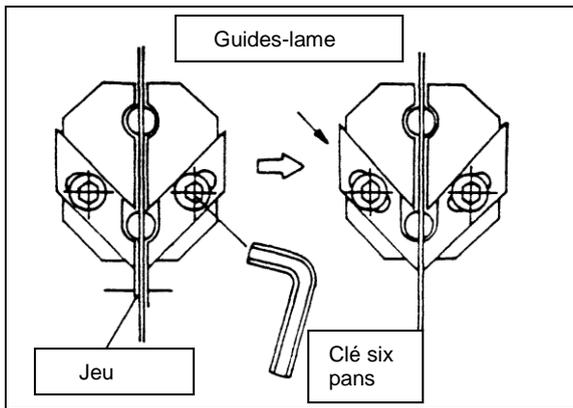

Figure 9
5. Desserrer les vis CHC (Figure 9) sur les guides-lame.
7. Serrer les vis CHC (Figure 9).